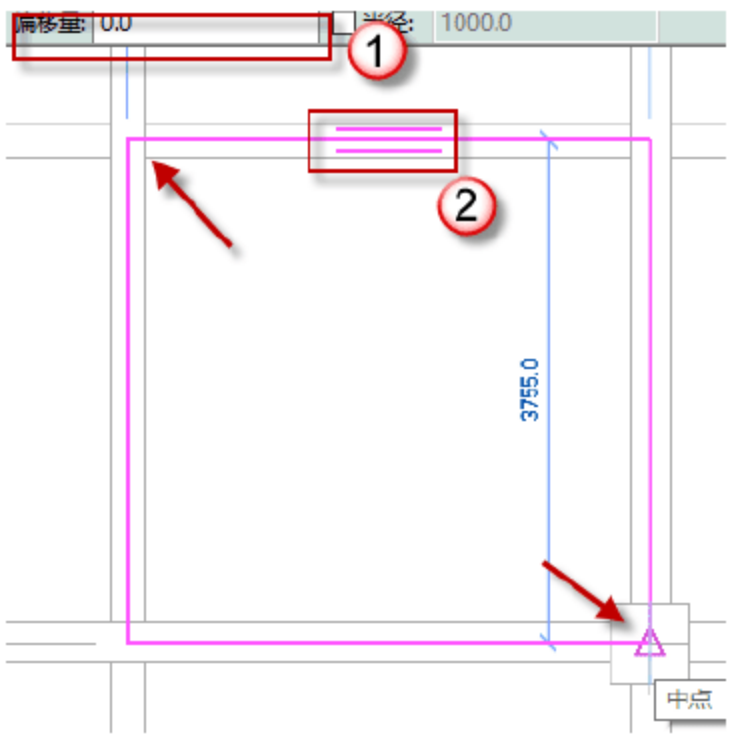

图 3.2.74 绘制 9 号板
(20) 绘制 9 号板，单击“矩形”选项，绘制 9 号板，调整跨方向，将偏移量设置为 0，单击√按钮，完成绘制，如图 3.2.74 所示。